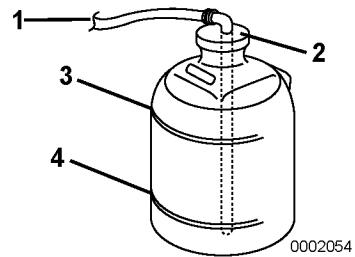

Figure 8
5. Enlevez le bouchon du réservoir de récupération du liquide de refroidissement (**Figure 8, (2)**) et remplissez-le avec du mélange de refroidissement jusqu'au repère inférieur (**Figure 8, (4)**). Remettez le bouchon en place. Ne remplissez jamais jusqu'au repère supérieur (**Figure 8, (3)**).
6. Vérifiez le tuyau en caoutchouc (**Figure 8, (1)**) raccordant le réservoir de récupération du liquide de refroidissement à l'échangeur thermique. Assurez-vous que le tuyau est bien raccordé et qu'il n'est ni desserré ni abîmé. Si des fuites surviennent dans le tuyau ou au raccord, une quantité excessive de liquide de refroidissement sera perdue.